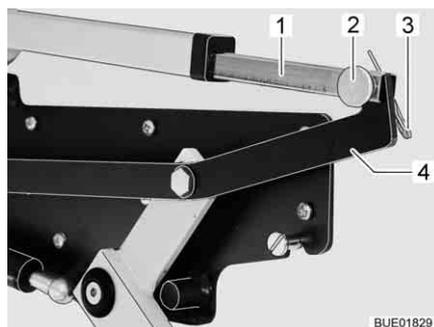

Fig. 145 Azionamento del letto basculante
- Separare il collegamento tra biella (Fig. 145,1) e leva (Fig. 145,4). A tale scopo, estrarre la copiglia (Fig. 145,3) e il perno (Fig. 145,2).